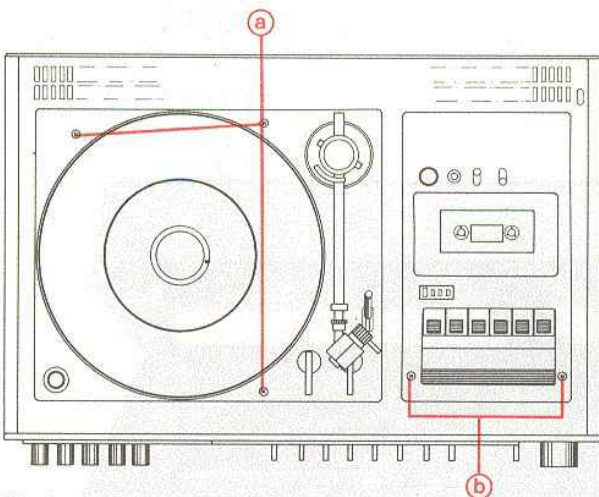

Fig. 1
1. Défaire les 3 vis **(a)** (Fig. 1).
1. Défaire les 2 vis **(b)** (Fig. 1).